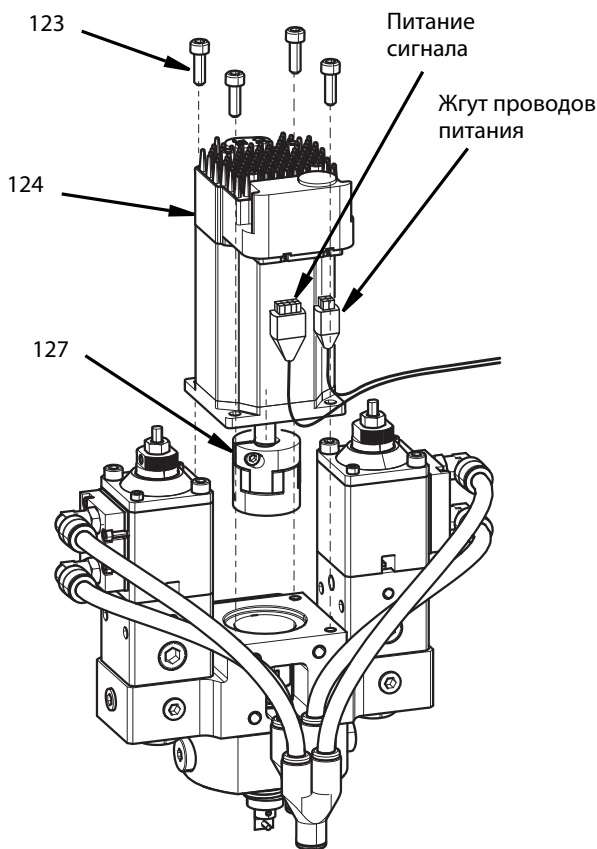

Рис. 35
5. Открутите четыре винта М5 x 16 (123), используя 4 мм шестигранный ключ.
6. Снимите мотор (124). См. Рис. 35.